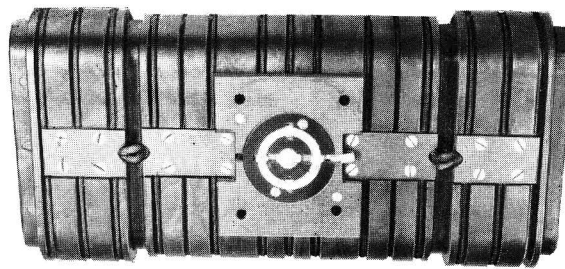

Abb. 14 Peilrahmenoberteil PREO 6
36. Der **Peilrahmenoberteil PREO 6** (vgl. Abb. 14) besteht aus einem Preßstoffgehäuse, das innen den Hochfrequenzkern und außen die Rahmenwindungen aufnimmt. Die Enden der Wicklung sind an zwei Schleifringe an der Unterseite des Peilrahmenoberteiles geführt.